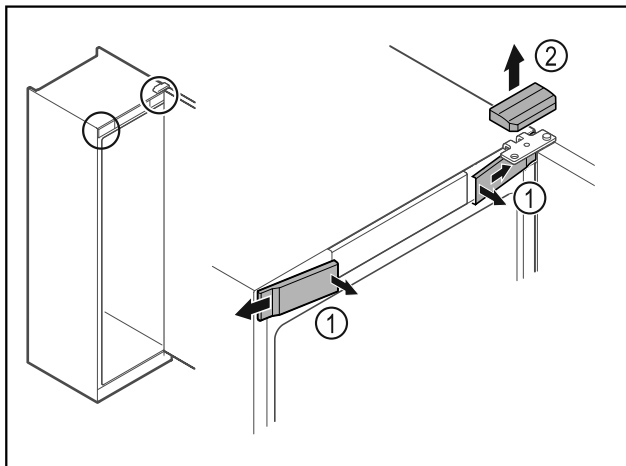

Fig. 8 \*
- ▶ Haakige eesmised katted Fig. 8 (1) seest lahti ja võtke küljele maha.\*
- ▶ Võtke ülemine kate Fig. 8 (2) ülespoole maha.\*